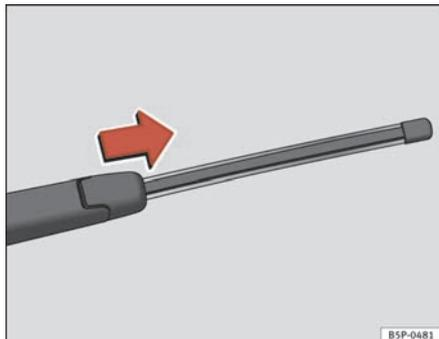

Fig. 179 Retirer le balai d'essuie-glace arrière
- Déposez le bras de l'essuie-glace arrière de la lunette arrière ⇒ fig. 179.
- Faites glisser l'adaptateur du balai dans la direction de la flèche puis retirez le balai ⇒ fig. 179.